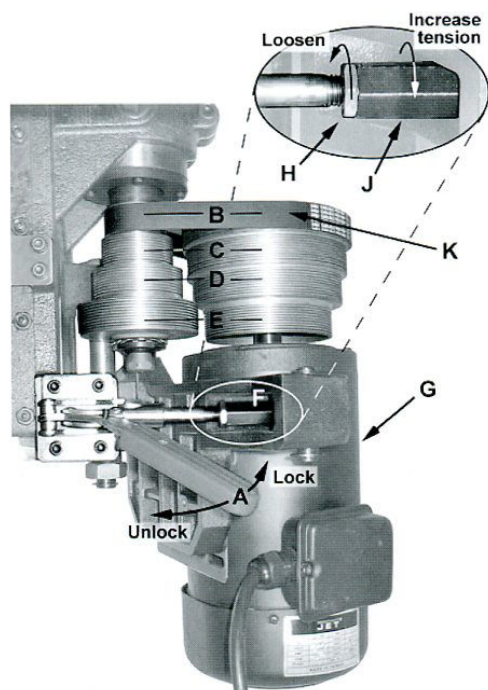

Рис. 16
Фрезерный станок JWS-35X оборудован шкивами, которые позволяют Вам изменять частоту вращения шпинделя. Ремень, помещенный на верхние шкивы как показано в положении В (рис. 16), обеспечивает частоту вращения шпинделя 10 000 ОБОРОТОВ В МИНУТУ. Частота вращения для всех положений ремня на комбинациях ручьев шкива показана в таблице 2 ниже.
* Ссылка на рис. 16
Чтобы изменить частоту вращения шпинделя (ссылка на рис. 16):
Показано на рис. 16: